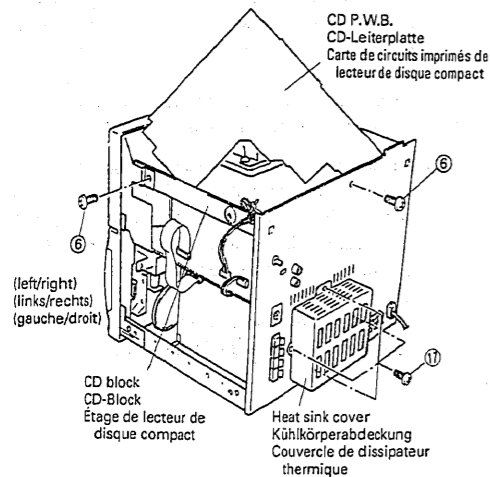

Fig. 3 Abb. 3 Fig. 3
(3) Si les réparations doivent être faites sans avoir à retirer la carte de circuits imprimés de lecteur de disque compact, ne débrancher que le connecteur D et mettre la carte de circuits imprimés de lecteur de disque compact droite à l'avant de l'appareil. (Fig. 3).